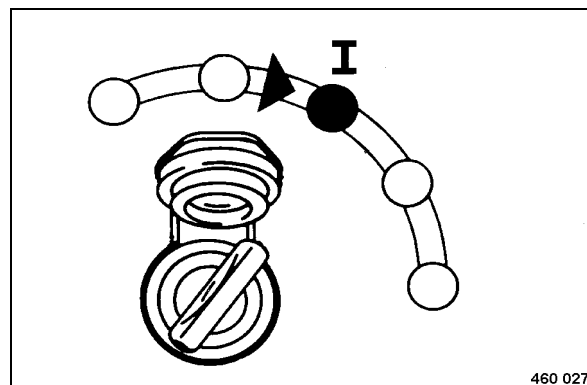

Fig. 84
- Tourner l'interrupteur de démarrage sur position "I" (Fig. 84).